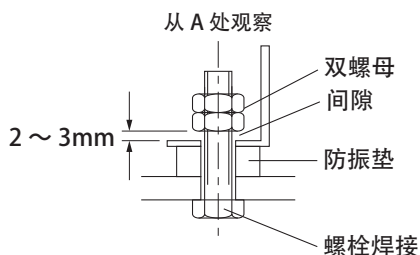

图 1
① CRM 系列、CRMH 系列、CRH 系列
- c 为了发挥防振垫的作用，螺栓与防振垫之间应该留出一定间隙后进行固定。（请参照图 1）
- d 关于排液配道，请参照P14 (3). 排液管的配管。）